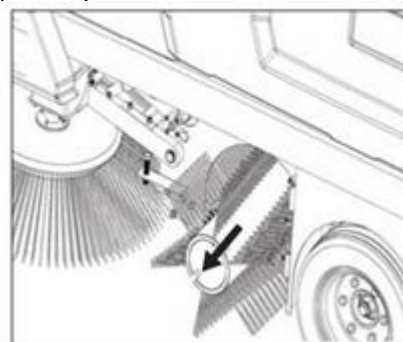

Рис.5
3. Извлеките основную щетку и замените ее (Рис.5).